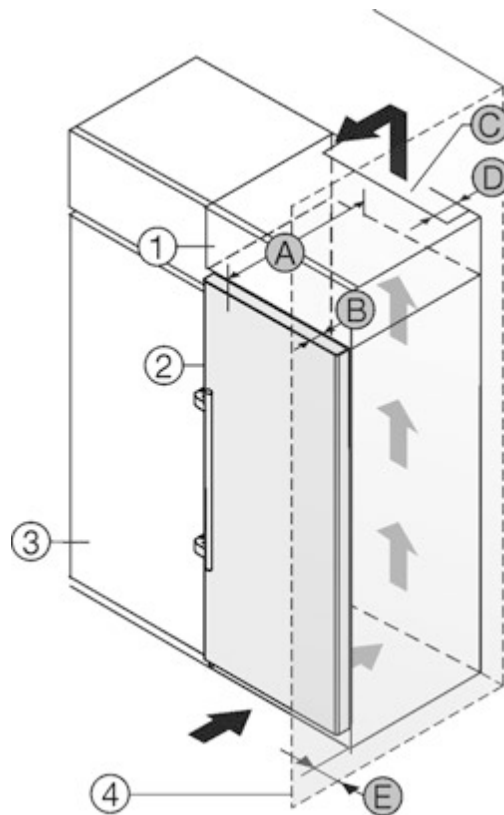

Fig. 1
Ви можете встановити пристрій безпосередньо поряд із кухонною шафою Fig. 1 (3).
Зі зворотного боку шафи для встановлення на пристрої слід передбачити вентиляційну шафу завглибшки Fig. 1 (D) на всю ширину цієї шафи.
Слід дотримуватись вентиляційного отвору Fig. 1 (C) в стелі приміщення.
Якщо пристрій із шарнірами встановлюється поряд зі стіною Fig. 1 (4), відстань між пристроєм та стіною повинна бути не менше 57 мм. Це відповідає необхідній відстані для ручки після відкриття дверцят.
Щоб мати можливість повністю відкривати дверцята, потрібно, щоб пристрій виступав на відстань глибини дверцят *Fig. 1 (B)* відносно передньої панелі кухонної шафи. Залежно від глибини кухонних шаф *Fig. 1 (3)* та використання пристінних розпірок пристрій може ще більше виступати вперед.